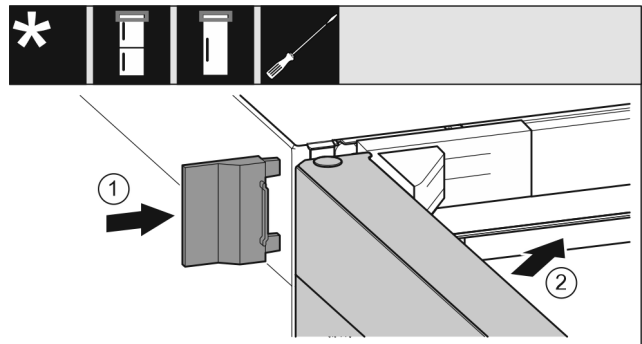

Fig. 21
- ▶ Shtyni kapakun mbulues të jashtëm. Fig. 21 (1)
- ▶ Mbyllni derën lart. Fig. 21 (2)